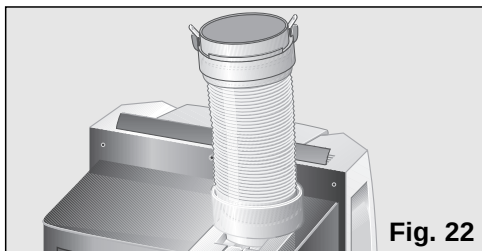

Fig. 22
- ❑ Enlevez le diffuseur et mettez le tube expulseur d'air dans la position indiquée sur la **fig 22**.